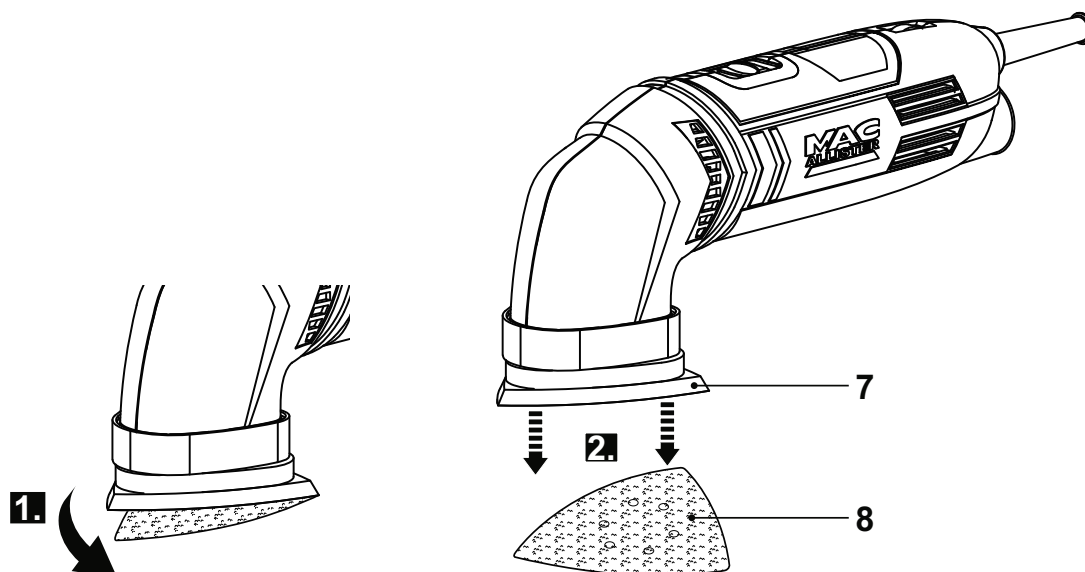

Fig. 2
- > Prenez le papier à poncer [8] par un coin et tirez dessus pour le retirer du plateau de ponçage [7] (Fig. 2).